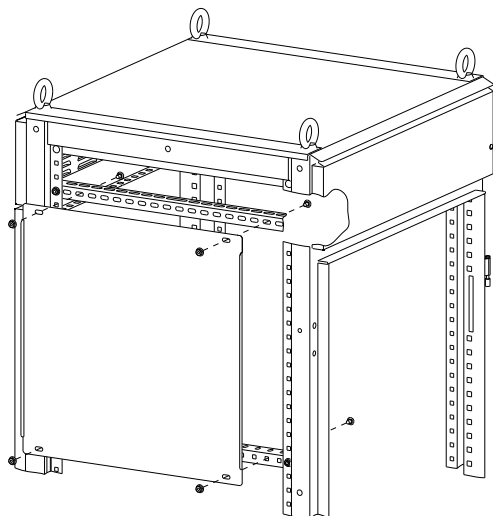

Рисунок 20
10.1.1 Приложите Перегородку 450хXXX с внешней стороны боковой поверхности корпуса к двум предварительно установленным Уголкам для оборудования. Вставьте по очереди в пазы 7×15 каждого Уголка для оборудования по два болта М6×10 и закрепите гайками с фланцем М6 (рисунок 20). Момент затяжки 5 Н·м.
10.2.1 Приложите Перегородку 450xXXX с внешней стороны боковой поверхности корпуса к предварительно установленным двум Боковым П-профилям. Вставьте по очереди в пазы или в квадратные отверстия (зависит от пространственного положения П-профиля) каждого Бокового П-профиля по два болта М6×10 и закрепите гайками с фланцем М6 (рисунок 20). Момент затяжки 5 Н·м.
14.1 Вставьте кузовные гайки в пазы 9×20 предварительно установленных Углов для оборудования (рисунок 20).